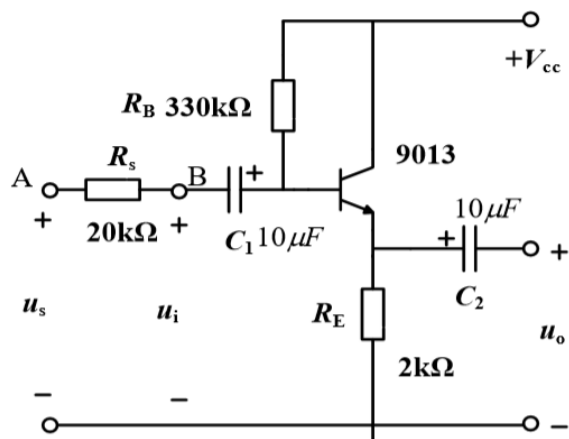
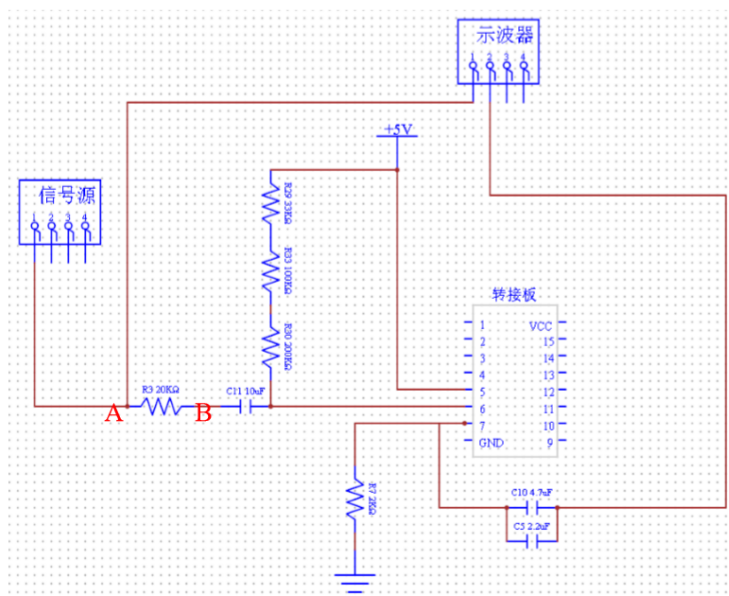

图 3-2 射极跟随器的实验线路图
图 3-4 易星标画布电路图
① 输入电阻 R_i ：图 3-2 为射极跟随器的实验线路图
射极跟随器的实验电路如图 3-2 所示。输入电阻的测试方法：只要测得 A、B 两点的对地电位，按照下面公式即可计算出 R_i 。
按图 3-4 所示连接射极跟随器实验电路（原理图见图 3-2，电容电阻以图 3-4 为准）。截取易星标画布电路图。
1. 在图 3-2 所示的实验电路中，偏置电阻 R_B 起什么作用？